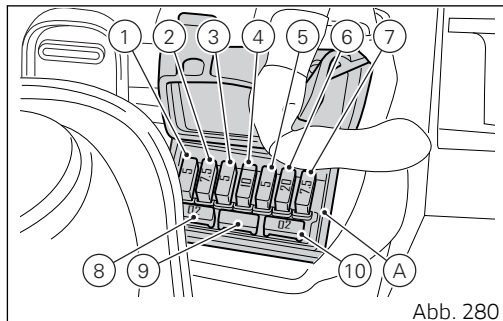
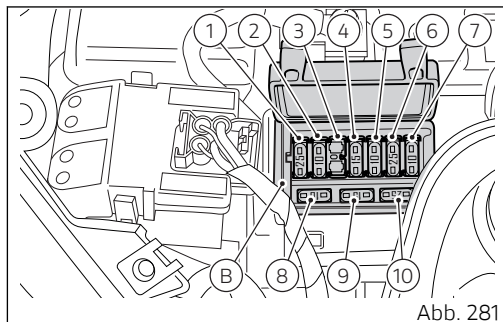

Abb. 280
Abb. 281
Der vordere linke Sicherungskasten (A, Abb. 280) und der vordere rechte Sicherungskasten (B, Abb. 281) sind über der Batterie angeordnet. Für den Zugriff auf die Sicherungen, die Tankabdeckung wie im Kapitel „Laden der Batterie“ beschrieben, entfernen.
Die Hauptsicherung (C) ist rechts neben dem Sicherungskasten (B, Abb. 281), am Fernanlassschalter (D) angeordnet. Für den Zugriff müssen die Tankabdeckung wie im Kapitel „Laden der Batterie“ beschrieben und die Schutzkappe (E) entfernt werden. Eine durchgebrannte Sicherung erkennt man anhand einer Unterbrechung des Glühdrahts ihres inneren Leiters (F).